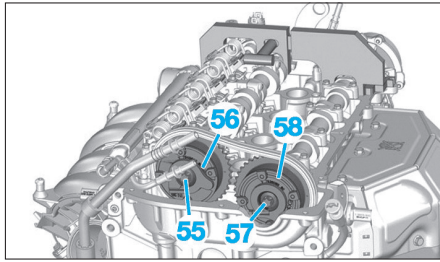

FIG. 18
- la vis de fixation (55) du pignon (56) (Fig.18),
- le pignon d'arbre à cames d'admission (56),
- la vis de fixation (57) du pignon (58),
- le pignon d'arbre à cames d'échappement (58).